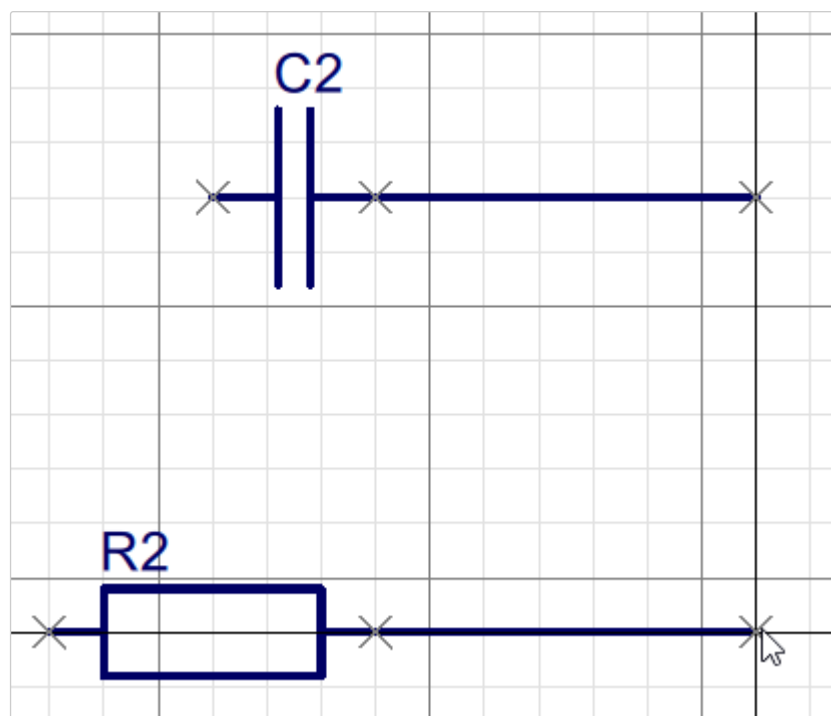

Рисунок 72. Вставка копированных/вырезанных объектов
- 4) Нажать сочетание клавиш **Ctrl** + **V** или вызвать команду меню «Редактирование» → «Вставить». Вставляемые объекты будут привязаны к курсору мыши в точке ближайшего вывода на момент копирования/вырезки (см. рисунок 72).